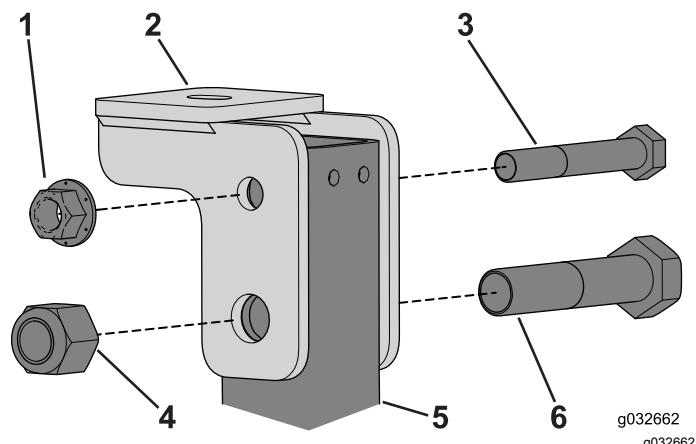

Figure 71
2. Fixez légèrement le support de la cabine de chaque côté du tube du système ROPS à l'aide des boulons ($\frac{1}{2}'' \times 3\frac{1}{4}''$) et ($\frac{3}{4}'' \times 3\frac{1}{2}''$) (Figure 71).
6. Serrez les boulons et écrous qui fixent les supports de la cabine aux montants du système de protection antiretournement (ROPS) (Figure 71).